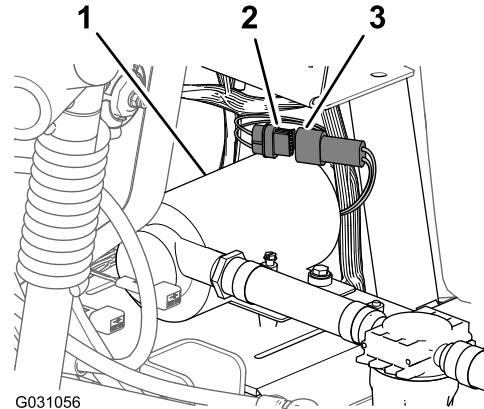

Figura 121
- Ligue o conector de seis pinos da cablagem da bomba de lavagem do conector de 6 tomadas da cablagem traseira rotulado RINSE PUMP (Figura 121).